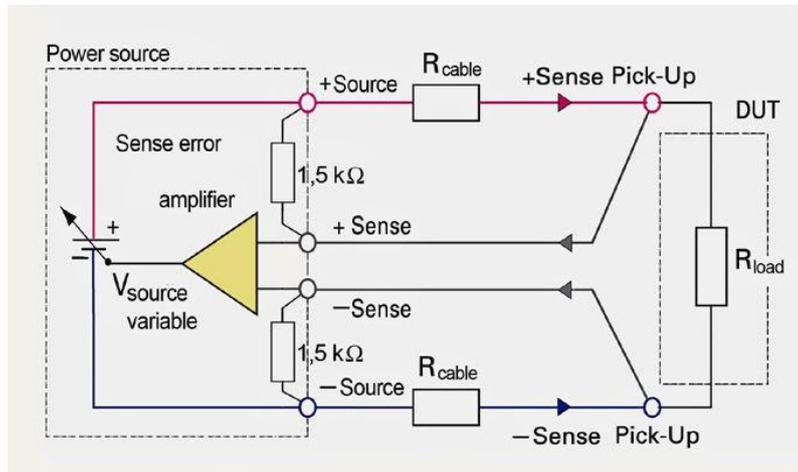

图 4-1: 电压降补偿电路
2. 将两根电缆连接到电源线的 DUT 连接器，如图 4-1 所示